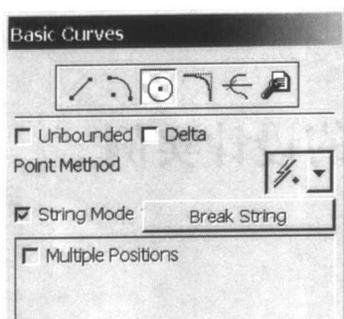

图 1-2 生成圆弧 1
(1) 利用 Basic Curves→Circle，以原点为圆心生成一直径  $D=40\text{mm}$  的圆，如图 1-2 所示。